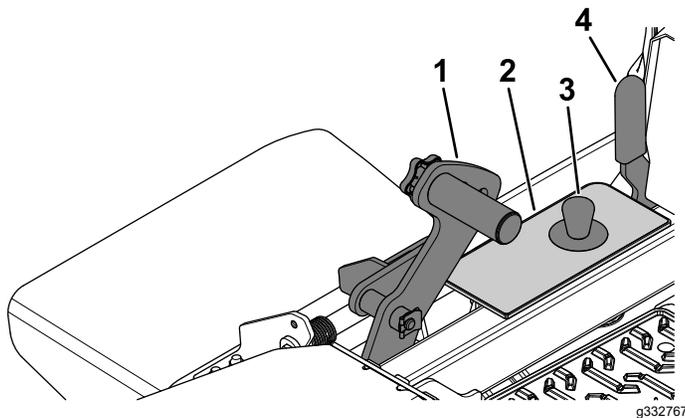

Figura 30
1. Presione el pedal de elevación de la carcasa hacia adelante del todo para bloquear la carcasa de corte en la posición de **TRANSPORTE** (que es también la posición de altura de corte de 140 mm), como se muestra en la Figura 30.
2. Para ajustar la altura de corte, retire el pasador del soporte de altura de corte (Figura 30).
3. Seleccione el taladro del soporte de altura de corte que corresponde a la altura de corte deseada, e inserte el pasador (Figura 30).